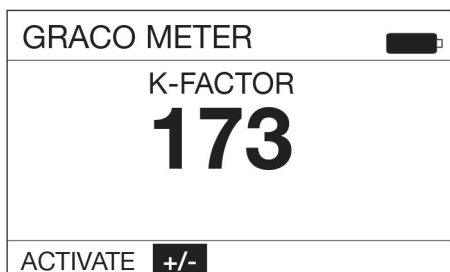

图 27
7. 使用键盘上的向右箭头按钮高亮显示 +/-，然后按键盘上中央的 ENTER 按钮选择 +/- 选项（图 27）。